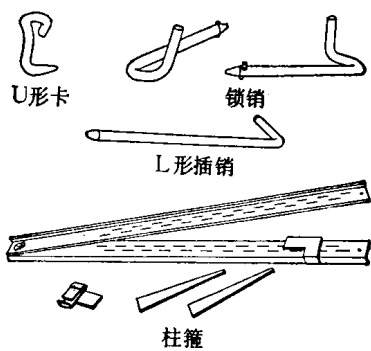

图 1-4 模板用各种连接件
(1) U形卡、L形插销、锁销 如图1-4所示，在金属模板连接中用。
(2) 柱箍、重型柱箍 如图1-4所示是连接紧固柱模板用的，有独立柱和附墙柱用两种类型。